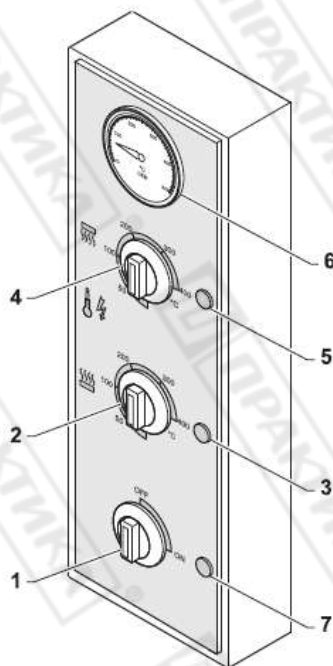

Рисунок 17.
**ПАНЕЛЬ УПРАВЛЕНИЯ ПЕЧИ (Рис. 17).**